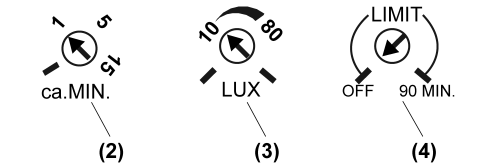

Bild 3: Einsteller Leistungsteil
- Einsteller **MIN** (2) in gewünschte Position drehen (Bild 3).
- Einsteller **LUX** (3) in gewünschte Position drehen (Bild 3). Eine Einstellung auf ca. 10 Lux aktiviert das Gerät bei Dämmerungsbeginn. Für helligkeitsunabhängiges Schalten den Einsteller bis Rechtsanschlag drehen.